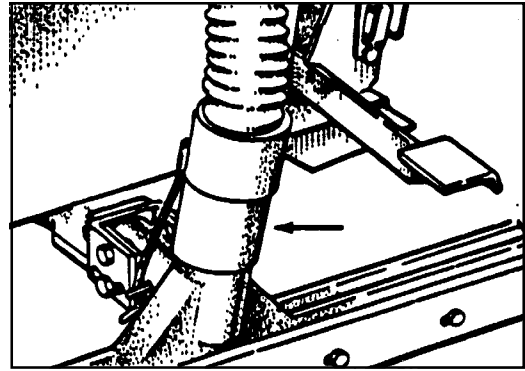

Fig. 28
10. Sørg for at sugeslangen er korrekt monteret på sugefoden (se fig. 28 på side 15).